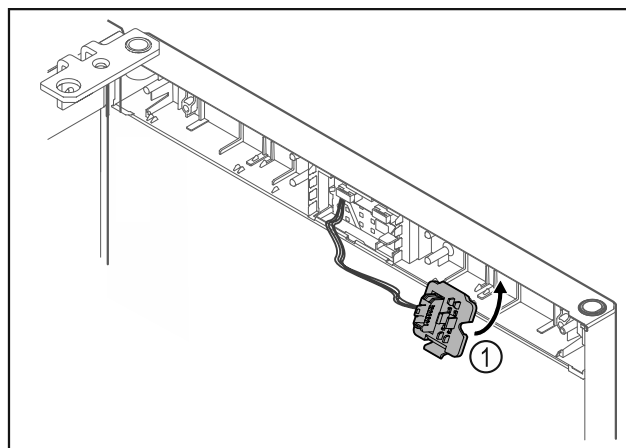

Fig. 23
- ▶ Rendszerelje be a dugófoglalatot Fig. 23 (1) az ellenkező oldalon.